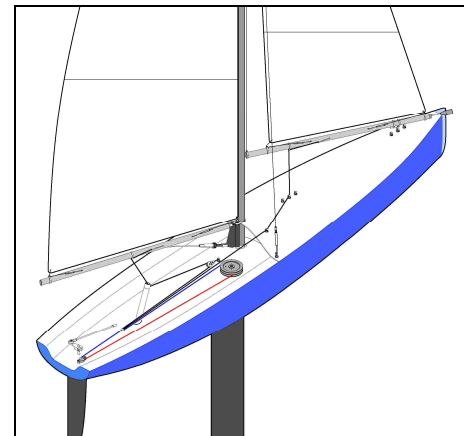

Fig. 16
- per rotazione oraria: la gola inferiore del tamburo deve essere utilizzata per il tiro della scotta (scotta rossa - Fig. 16);
- per rotazione oraria: la gola superiore deve essere utilizzata solo per il tensionamento della scotta, non deve essere utilizzata per il tiro (scotta blu - Fig. 16);
La molla di compensazione (tipo **A**, destrorsa o tipo **B**, sinistrorsa, incluse nella confezione) deve essere scelta in relazione con il senso di rotazione del verricello visto da sopra- Fig. 16.